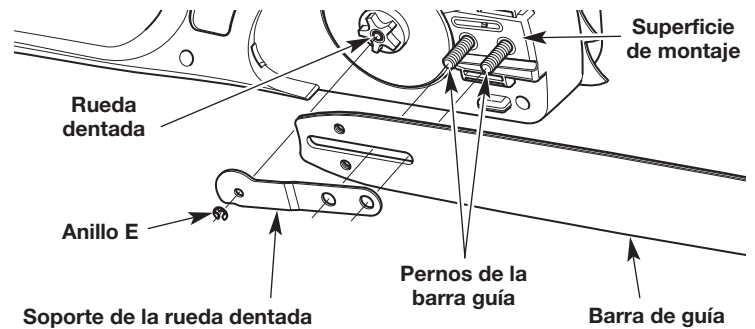

Fig. 28
5. Use con precaución un destornillador pequeño de cabeza plana para extraer el anillo E de la rueda dentada de impulsión (Fig. 28).
6. Extraiga de la rueda dentada de impulsión el soporte de la rueda dentada (Fig. 28).
7. Retire la barra de guía de los pernos de la barra de guía (Fig. 28).
1. Se debe alinear la ranura de la barra de guía con los pernos de la barra de guía (Fig. 28). Deslice la barra de guía completamente sobre los pernos de la barra de guía (Fig. 28). Compruebe que la barra guía esté al ras contra la superficie de montaje.
2. Ubique el soporte de la rueda dentada en la rueda dentada de impulsión (Fig. 28).
3. Instale con precaución el anillo E en la rueda dentada de impulsión (Fig. 28).